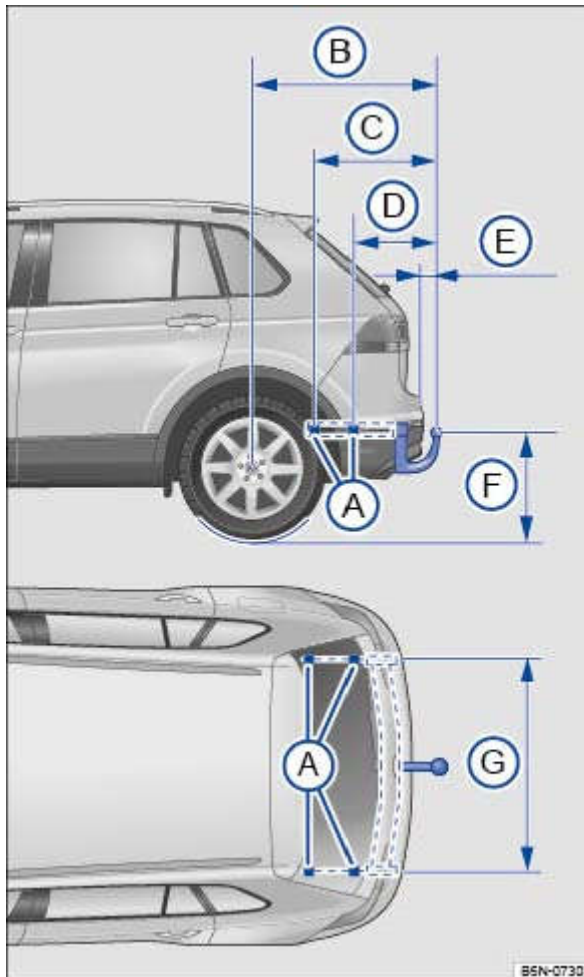

Fig. 123 Cotes et points de fixation pour l'installation d'un dispositif d'attelage en deuxième monte
Respectez les cotes d'écartement en cas de montage ultérieur d'un dispositif d'attelage. La plus petite cote allant du milieu de la boule jusqu'à la chaussée → Fig. 123 (P) ne doit en aucun cas être inférieure à celle indiquée. Ceci est également valable lorsque le véhicule est complètement chargé, poids sur flèche maximal compris.
Cotes d'écartement → Fig. 123 :